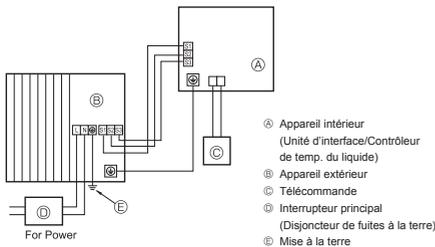
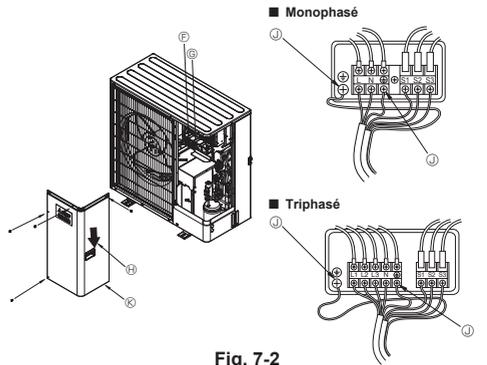

Fig. 7-1
Fig. 7-2
7.1. Appareil extérieur (Fig. 7-1, Fig. 7-2)
- Effectuer le câblage conformément aux Fig. 7-1 et 7-2.